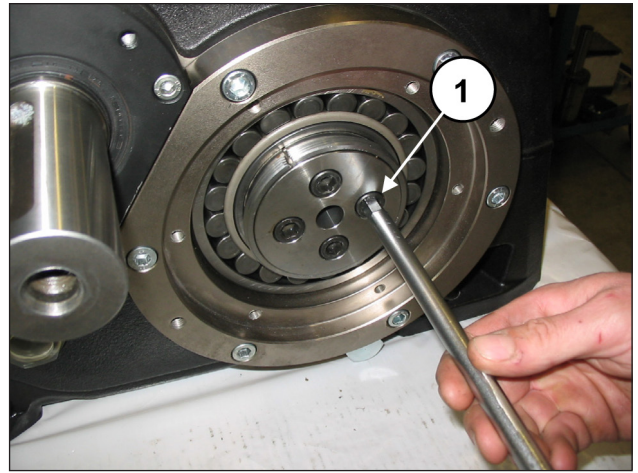

Fig. 89
Visser les deux flasques de retenue de la douille sur le vilebrequin à l'aide de 4+4 vis M12x25 (rep. ①, Fig. 89).